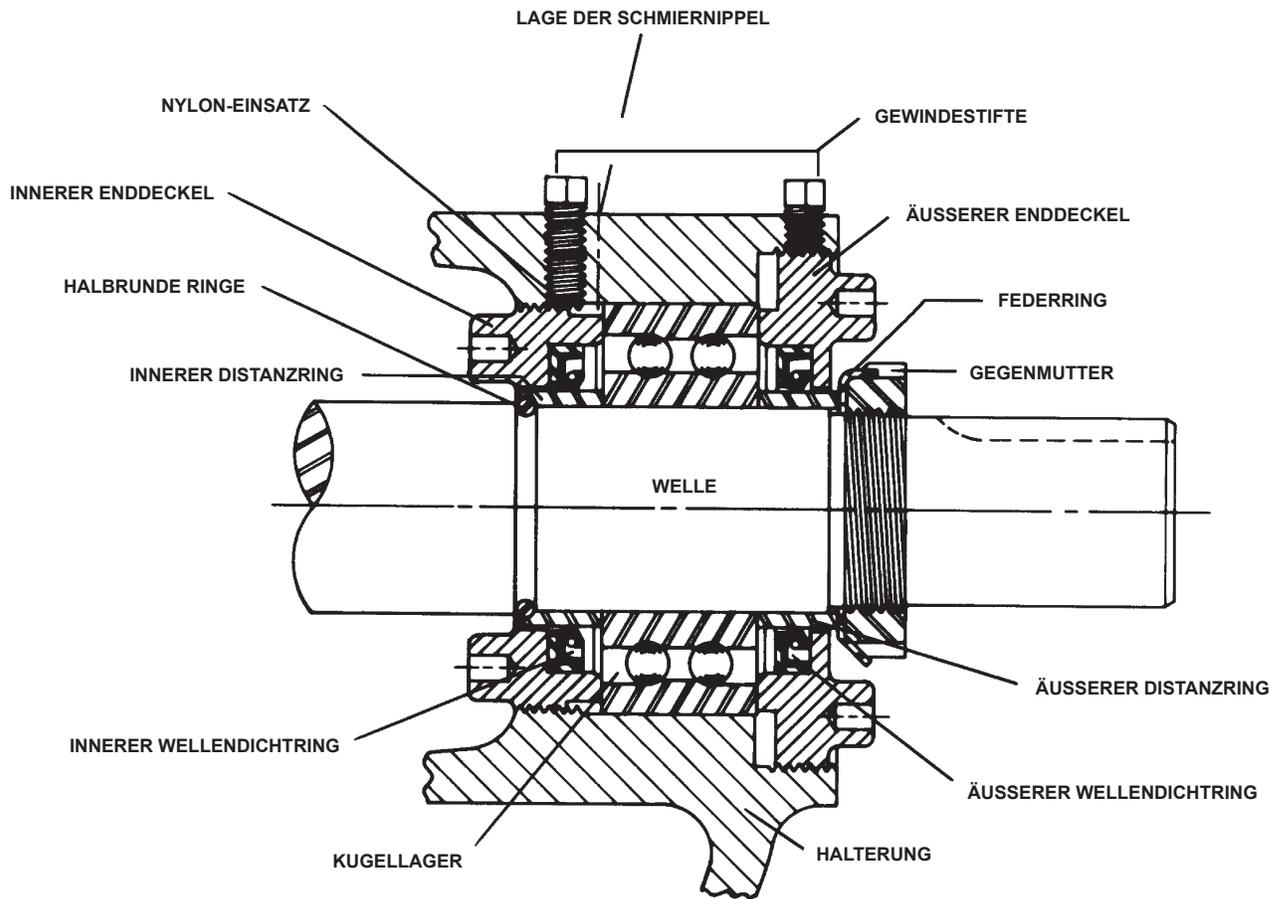

ABBILDUNG 5
8. Die vier Gewindestifte über dem äußeren und inneren Enddeckel lockern. Beide Enddeckel mit Wellendichtringen, Lager-Distanzringen und Kugellager ausbauen. **Siehe Abbildung 5 auf Seite 11.**
Ein Paar halbrunder Ringe auf der Welle anbringen und den inneren Lager-Distanzring über die halbrunden Ringe schieben, um sie zu fixieren. Pumpen der Größe Q, QS und M verfügen über keine halbrunden Ringe. **Siehe Abbildung 5 auf Seite 5.**
- Den Wellendichtring (mit der Dichtlippe zum Wellenende weisend) in den inneren Enddeckel und den Enddeckel durch das Wellenende der Halterung einsetzen. Den Enddeckel in Blickrichtung Wellenende nach rechts drehen, bis die Gewindegänge eingreifen. Die Hakenschlüssellöcher im Enddeckel müssen in Richtung Rotor zeigen. Den Enddeckel mit dem Hakenschlüssel drehen, bis dieser geringfügig aus der Öffnung an der Seite der Halterung vorsteht. Der Enddeckel darf nicht so weit gedreht werden, dass der Wellendichtring vom Ende des Distanzrings auf der Welle fällt, da sich der Enddeckel in diesem Fall von den Gewindegängen löst. **Siehe Abbildung 5 auf Seite 5.**
- Den Wellendichtring (mit der Dichtlippe zum Wellenende weisend) in den äußeren Enddeckel und den Enddeckel in die Halterung einsetzen. Den Enddeckel in die Halterung drehen, bis er dicht am Lager anliegt. **Siehe Abbildung 5 auf Seite 5.**